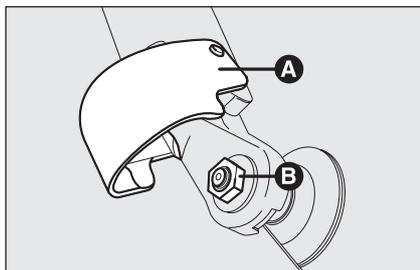

fig. 24
- soulever la couverture **A**-fig. 24 et démonter le bras de la voiture, en dévissant l'écrou **B** qui le fixe au pion de rotation;